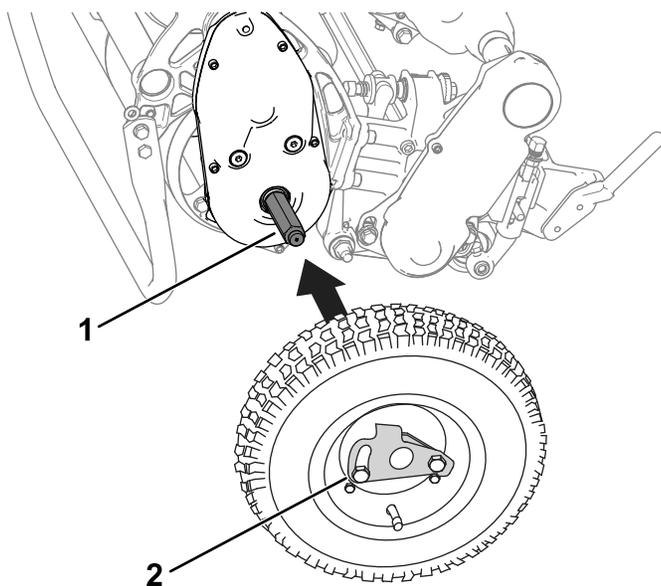

図 26
2. アクスルに車輪を取り付ける **図 26**。
3. ロッキングクリップ **図 26** を開き、タイヤを奥に押し込む。